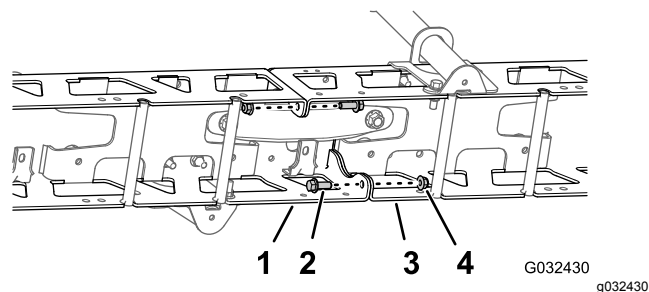

Figura 52
1. Rimuovete i 2 bulloni a testa flangiata ($\frac{3}{8}$ " x 1") e i 2 dadi di bloccaggio ($\frac{3}{8}$ ") che fissano le flange verticali dei telai della trave di sinistra e di destra (Figura 52).